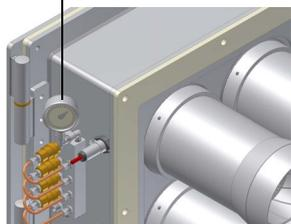

Рис. 7
- 9 Давление питания форсунки уже отрегулировано заранее на заводе-изготовителе и не должно изменяться. Только в случае необходимости, отрегулировать давление питания (см. соответствующий параграф) следующим образом: установить манометр в положение, указанное на Рис. 7, воздействовать на регулировочный винт **VR** насоса (см. Рис. 6) до получения на форсунке давления в 20 бар (форсунки Vergonzo - см. график на Рис. 5);